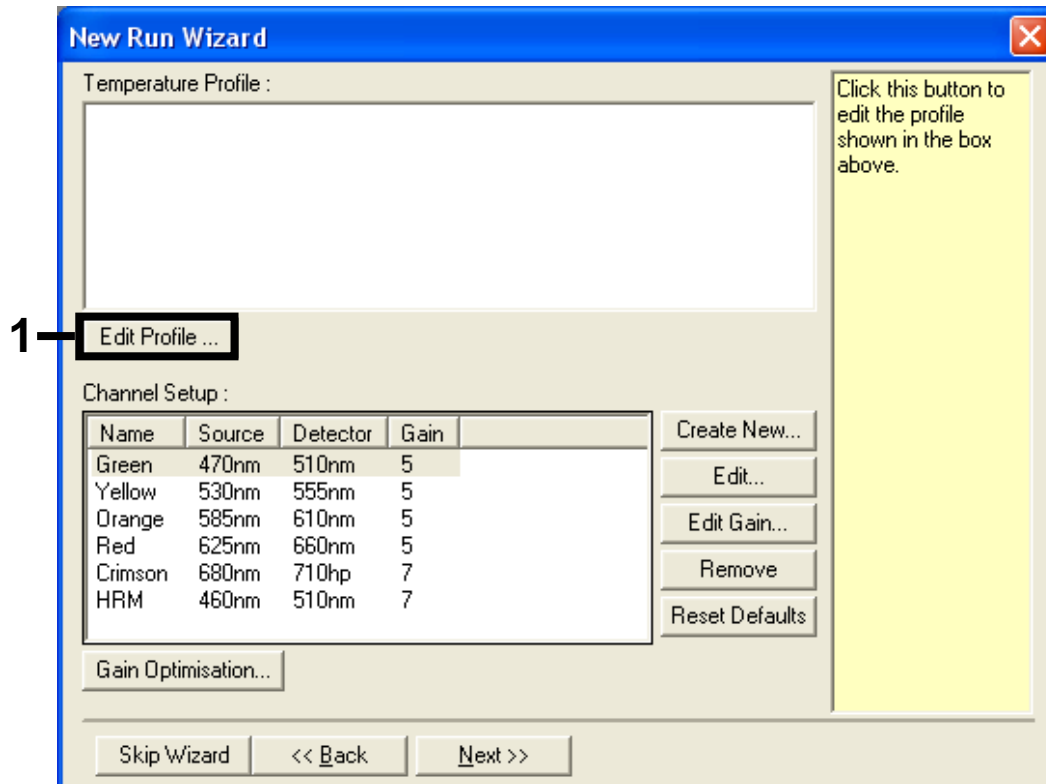

Abbildung 23. Bearbeiten des Profils (1)
5. Klicken Sie im Dialogfeld „New Run Wizard“ (Assistent für neue Läufe) auf die Schaltfläche „Edit Profile“ (Profil bearbeiten) (siehe Abbildung 23) und überprüfen Sie wie in den folgenden Schritten beschrieben die Laufparameter.